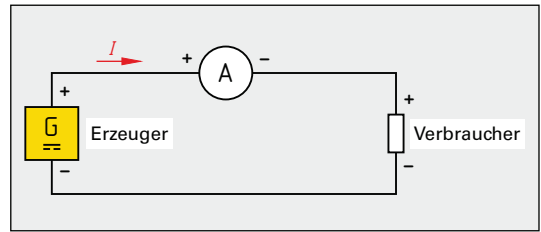

Bild 1: Strommessung in einem Stromkreis
Der elektrische Strom kann nur in einem geschlossenen Stromkreis fließen (**Bild 1**).
Die Stromstärke hat die Einheit Ampere (A), benannt nach Ampère (sprich: Ampähr), franz. Physiker, 1775 bis 1836. Sie wird durch einen Strommesser gemessen, der in den Stromweg geschaltet wird (**Bild 1**). Die Stromstärke hat das Formelzeichen I .